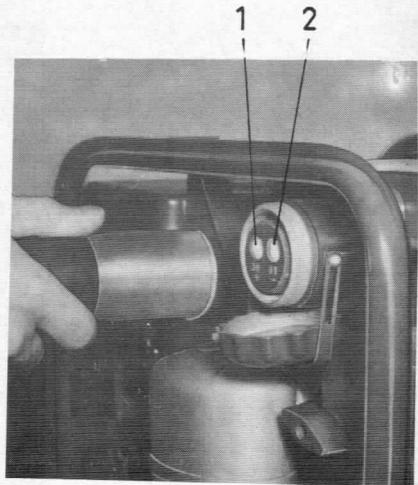

Bild 39
- Fremdlade-Steck- : Plus-Pol = Linke Buchse 30 ( Bild 39, Pos. 1 )
dose Minus-Pol = Rechte Buchse 31 ( Bild 39, Pos. 2 )